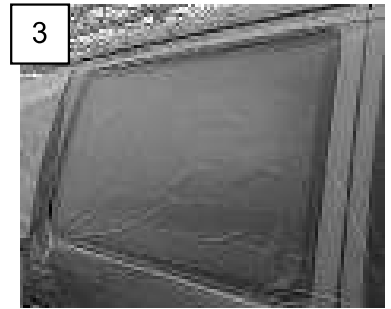

Abb. 1-1: Vorbereitungen am Fahrzeug / Preparations on the vehicle
DE: Das Fahrzeug oberhalb der Türen gründlich reinigen und entfetten (s. Abb. 1-1, 1). Den Spalt unterhalb des Radius mit Klebeband abkleben (2) und die Fahrzeugaußenseite mit Folie schützen (3).
EN: *Thoroughly clean and degrease the vehicle above the doors (see Abb. 1-1, 1). Mask the gap below the radius with adhesive tape (2) and protect the outside of the vehicle with foil (3).*